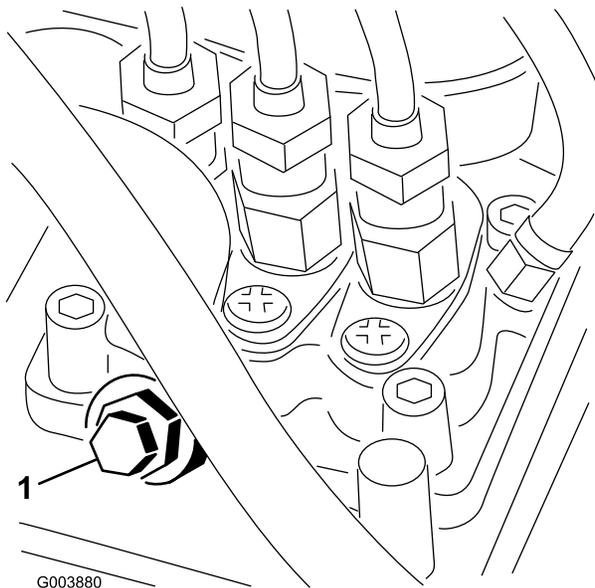

Figura 36
- Desaperte o parafuso de purga que se encontra na bomba de injeção de combustível (Figura 36).